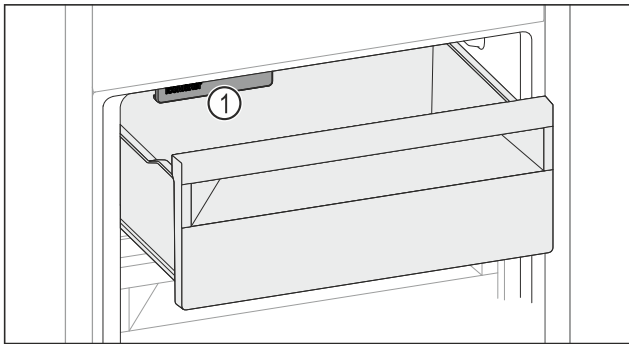

Fig. 169
- IceMaker Fig. 169 (1) berücksichtigen.